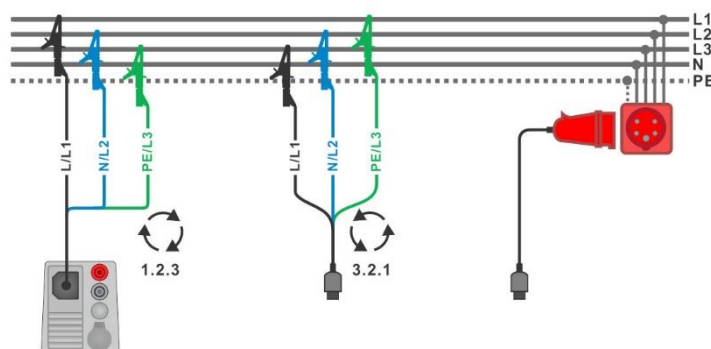
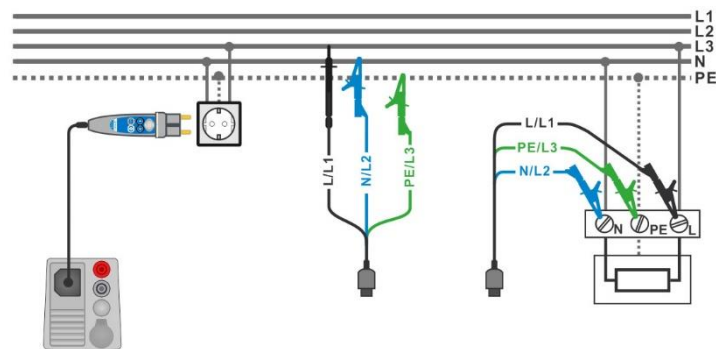

Abbildung 7.2: Anschluss des 3-adriger Prüfleiters und des optionalen Adapters im Drei-Phasen-System
Abbildung 7.3: Anschluss des Commander-Prüfsteckers und des 3-adrigen Prüfleiters im Ein-Phasen-System
- › Schließen Sie die Prüflleitungen am Prüfobjekt an (siehe **Abbildung 7.2** und **Abbildung 7.3**).